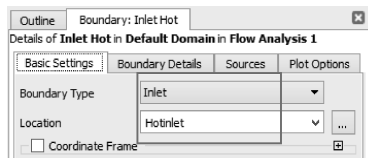

图 12-43 Hotinlet 入口边界基本设置
(1) 在任务栏中单击边界条件按钮 ，在弹出的插入边界面板里输入名称为“Inlet Hot”然后确定，在基本设定中选择边界类型为 Inlet，位置选择 Hotinlet，如图 12-43 所示。